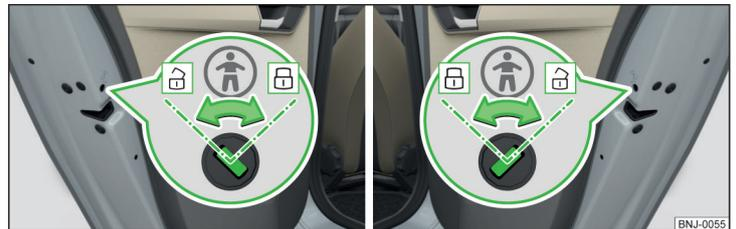

Fig. 35 Puerta posterior: Conectar/desconectar el seguro para niños
- Para **encender**, girar el fusible con la llave del vehículo en la posición » fig. 35.